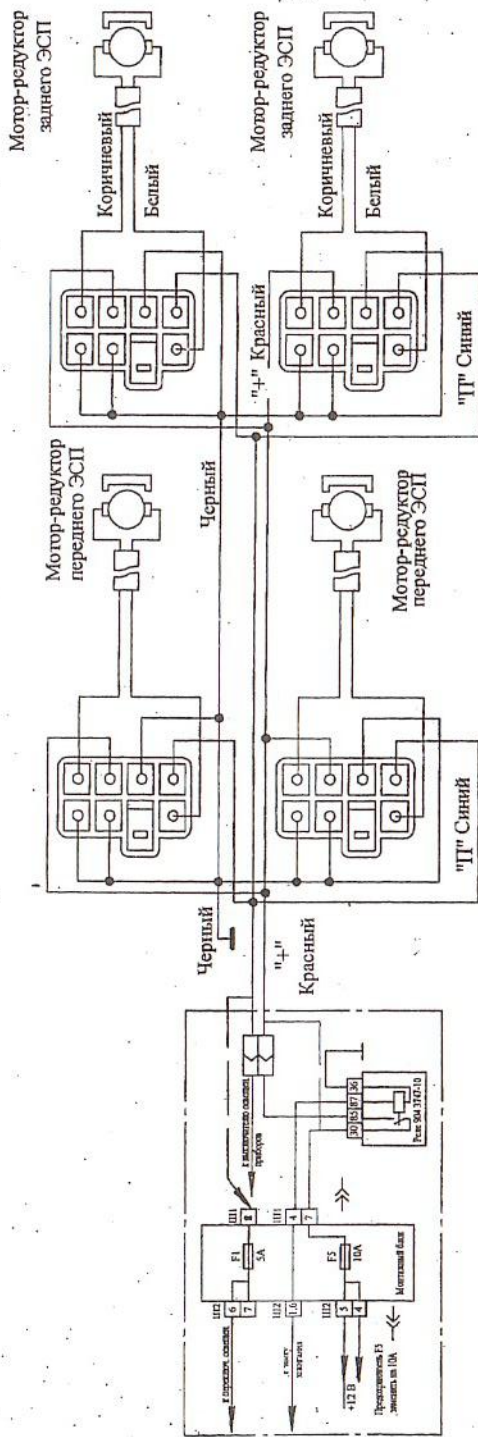

Рис.2
- 6.11 Подключить кабели согласно схеме подключения (рис.2).